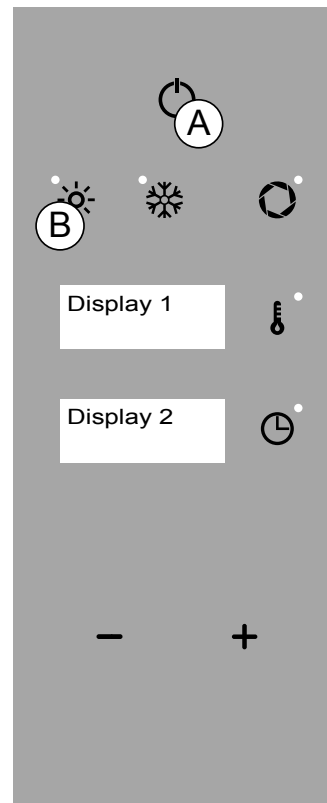

Fig.1
- Modus "UIT": weergave klok (Afb.1 Display 2).
- Modus "STAND-BY": weergave naam oven en klok (Afb.1 Display 1 e 2).
- Modus "HOOFDMENU": functie "CONVECTIE" actief (Afb.1/B), temperatuur 180° C (Afb.1 Display 1) en tijd 0:00 (Afb.1 Display 2).
In de modus "selectie van de functie" of "selectie van de parameter", zal de oven, na 5 seconden inactiviteit, de getoonde functie of waarde opslaan (Afb.1 Display 1 - 2).
Na het voltooien van de ingestelde tijd verschijnt het knipperende bericht "EINDE" (Afb.1 Display 1-2). Druk twee keer op de toets "ON/OFF" (Afb 1/A) om terug te keren naar de modus "STAND-BY".